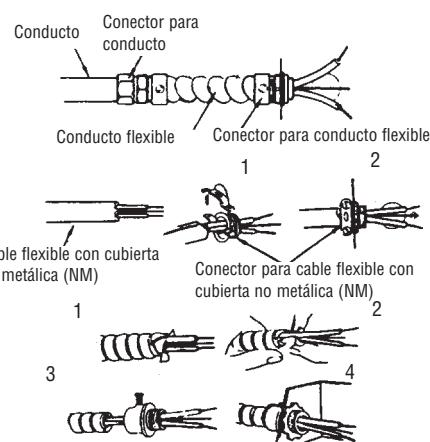

Figura 2 – Conectores, cable y accesorios de montaje utilizados para el cableado del UH-524TA
NOTA: para algunas aplicaciones puede que sea necesario un conducto (vea la Figura 2). Verifique los códigos eléctricos locales. Si el cableado se tiende por un conducto, asegúrese de que haya una cantidad suficiente de conducto flexible como para permitir el giro del calefactor en caso de ser necesario.
- Instale los conectores de cable en la unidad (vea la Figura 2), y deslice el cable calibre 10 a través del conector de cable. Cuando haga las conexiones, extraiga a través del conector una cantidad suficiente de cable para trabajar.